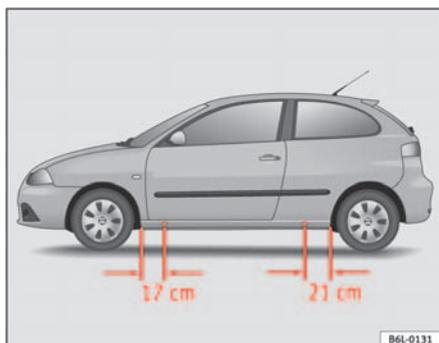

Abb. 142 Aufnahme-
- Suchen Sie den Aufnahmepunkt am Unterholm, der dem zu wechselnden Rad am nächsten liegt ⇒ Seite 217, Abb. 142.
Am Unterholm kennzeichnen jeweils vorn und hinten Eindrückungen die Stellen, an denen der Wagenheber angesetzt werden darf ⇒ Seite 217, Abb. 142. An jedem Rad ist eine Stelle für den Wagenheber vorgesehen. An anderen Stellen darf der Wagenheber nicht angesetzt werden.